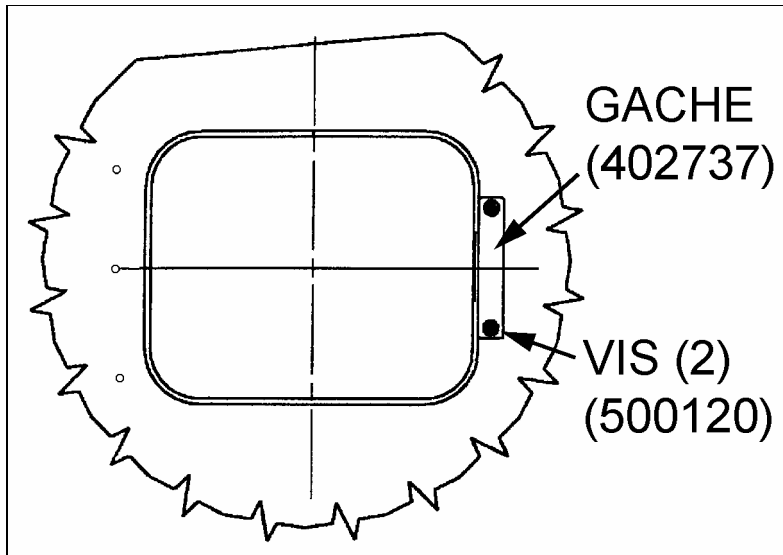

FIGURE 4
4. Fixer la gâche (402737) sur la découpe à l'aide de 2 vis (500120) selon la figure 4.